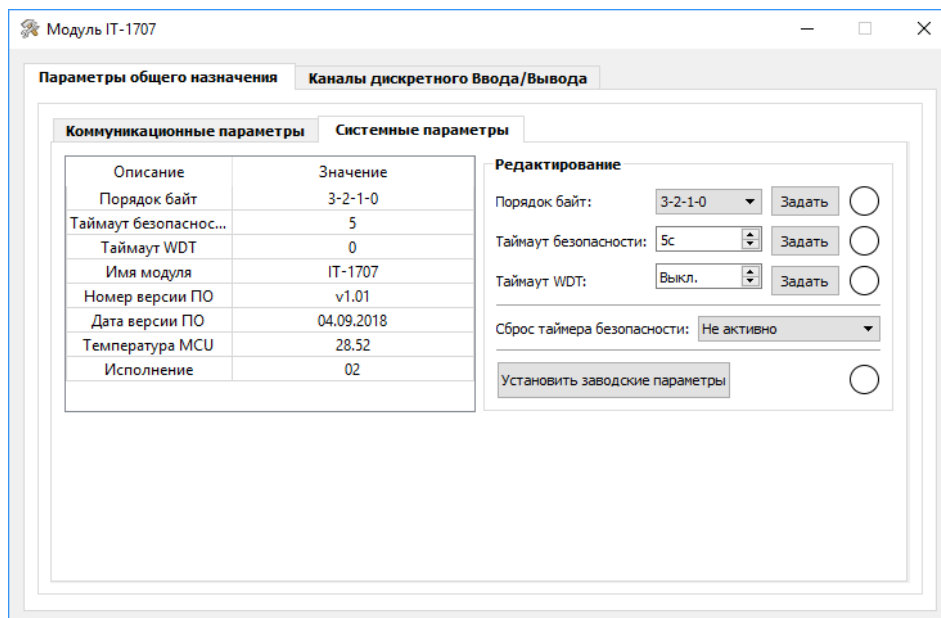

Рис.44
- Системные параметры (Рис.44)